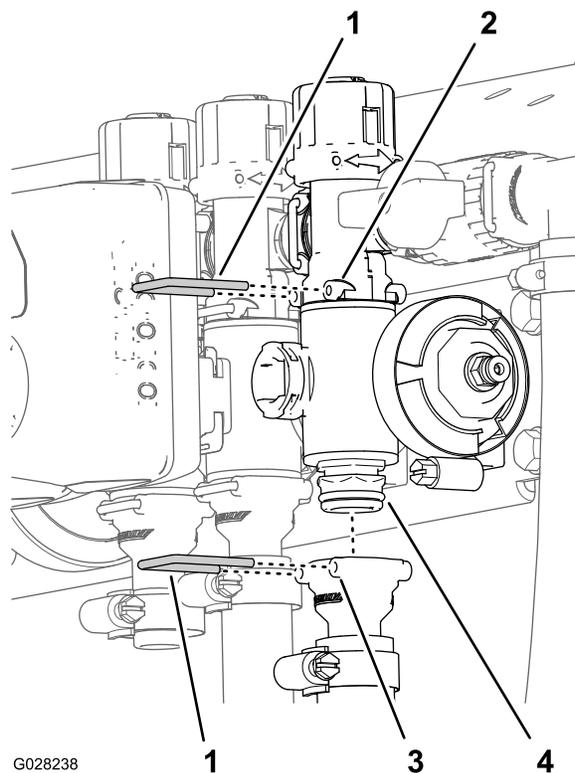

图74
- 拆下将出口接头固定至喷洒臂段阀歧管和将阀歧管固定至旁通阀接头的卡环图74。